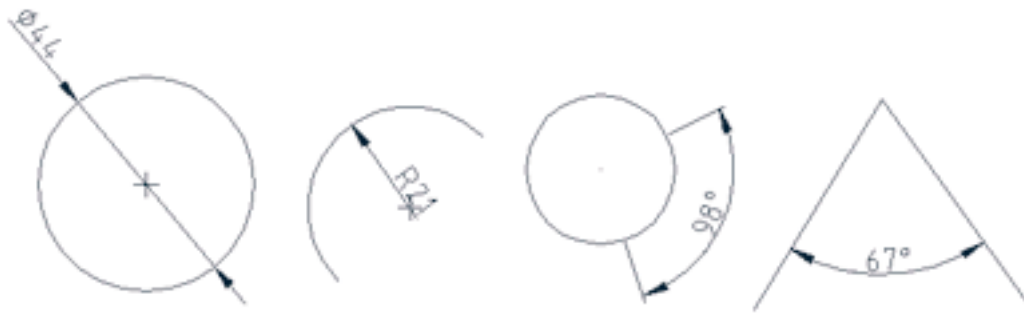

Рис. 5.8.
**ПРИМЕЧАНИЕ:** на рис. 5.8 показан пример проставления радиуса, диаметра и углового размера.